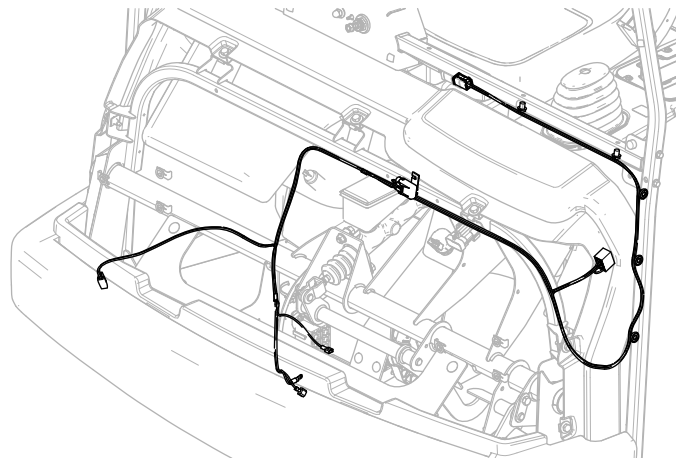

Figura 9
1. Enrute el arnés de cables según se muestra en Figura 9.